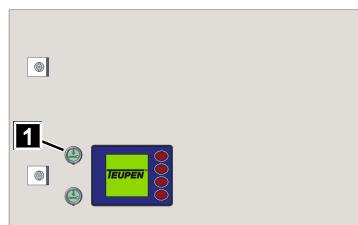

Abb. 110
2. Den [Drucktaster] (Abb.110/1) gedrückt halten, bis das Profilpaket angehoben wird und die Bewegung selbstständig stoppt.